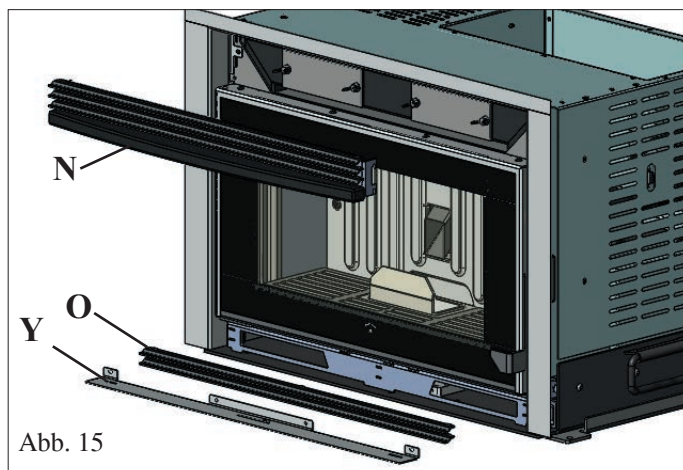

Abb. 15
- Das obere eingerastete Gitter entfernen (N - Abb. 15), sowie das untere Gitter (O - Abb. 15) und das flache Metallprofil (Y - Abb. 15) abschrauben.